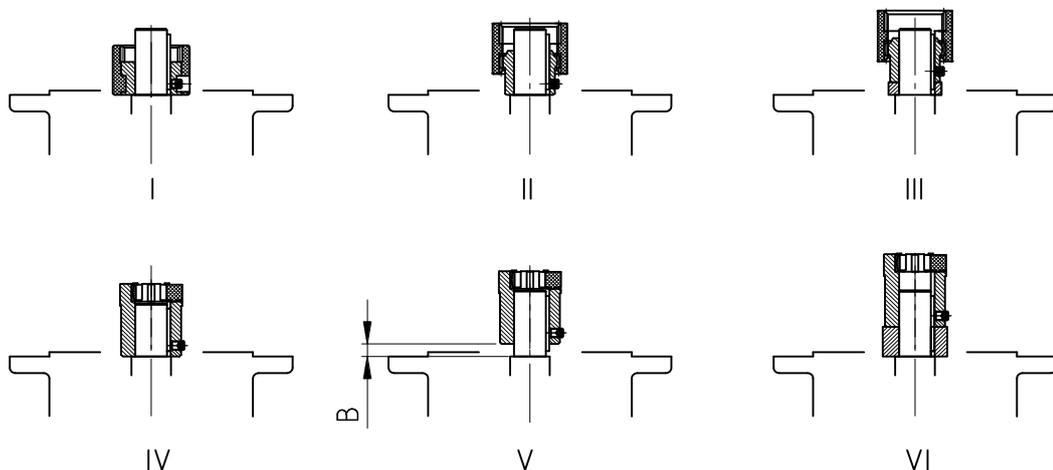

Figura 3-12: Montagem do acoplamento no veio do motor em diferentes tipos de acoplamento.
3. Deslocar o carreto de acoplamento no veio do motor de acordo com as indicações do fabricante do motor até ao encosto. Eventuais casquilhos de afastamento que vêm em conjunto são colocados nos tamanhos dos motores 160, 180 e 225 entre o carreto de acoplamento e o sítio de encosto. Em caso de redutoras em linha de engrenagens helicoidais deve-se ter em atenção a medida B entre a bucha de acoplamento e a cinta. (ver figura 3-12) Determinados **adaptadores NEMA** requerem o ajuste do acoplamento de acordo com as especificações indicadas na etiqueta.
6. Montar o motor no adaptador IEC / adaptador NEMA , e neste caso não esquecer a roda de corôa dentada ou carreto dentado, fornecido adicionalmente. (ver figura 3-12)